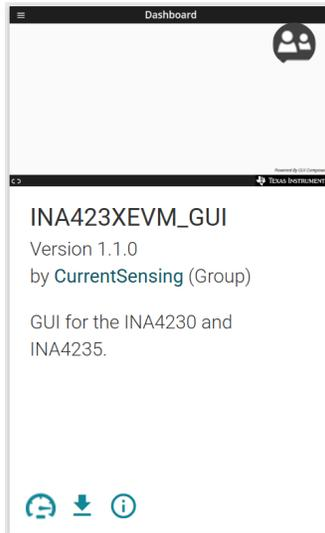

图 3-2. GUI Composer 应用程序
3. 打开 *GUI Composer* 应用程序，以从网络浏览器启动 GUI (请参阅图 3-2)。
4. 在可选情况下，若要下载 GUI 以供离线使用，请点击 *GUI Composer* 应用程序中的  图标，然后按照提示操作（请参阅图 3-2）。